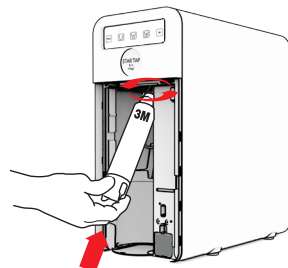

Fig. 4-29
42.5 - Prendere il filtro nuovo dopo averne rimosso la pellicola protettiva e inserirne l'estremità superiore nella sede di aggancio, spingendola verso l'alto e ruotandola da sinistra verso destra fino a raggiungere il punto di blocco. Provare a tirare il filtro verso il basso per assicurarsi che sia perfettamente agganciato, nel caso si dovesse sfilare ripetere l'operazione descritta precedentemente, vedi Fig. 4-29.